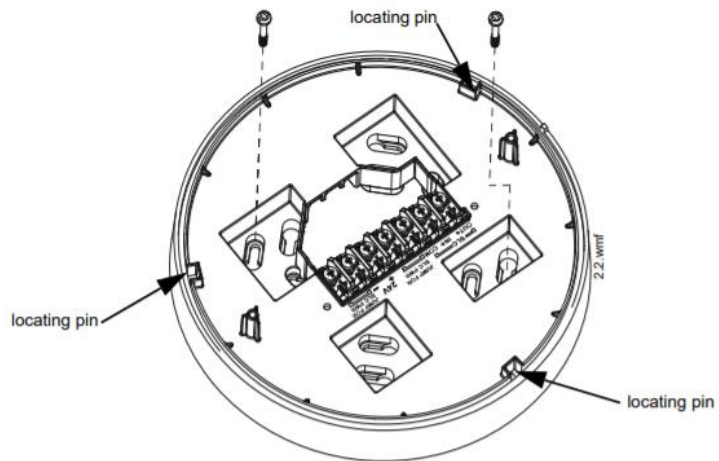

Imagen 1
2. Monte la placa de montaje en la caja de conexiones o en el techo. Imagen 1